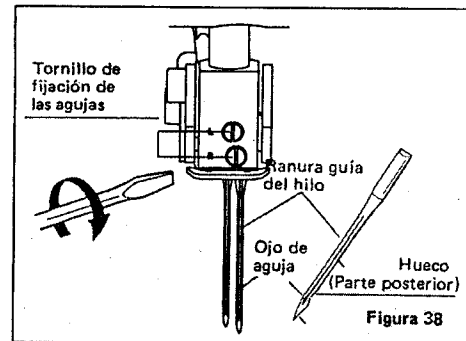

Figura 38
4. Cerciórese de hacer coincidir el hueco de la aguja en la parte posterior cuando se mira la maquina de frente. (Figura 38)
- Tenga cuidado de no confundir la ranura guía del hilo de la aguja con el hueco de la aguja. (Ver Figura 38)